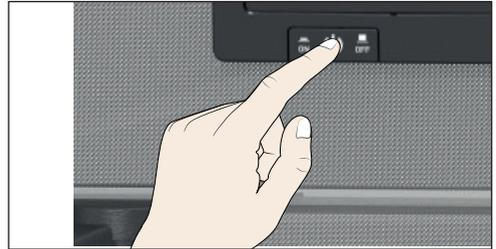

Fig. 24 Apagar el equipo
3. Apague el equipo con el interruptor principal (Fig. 24).